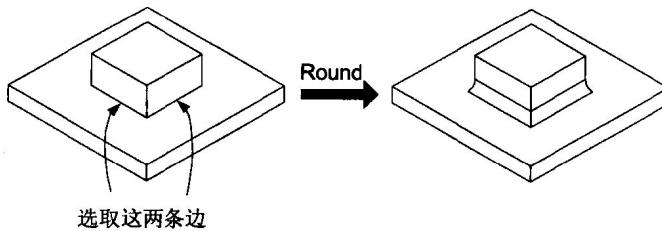

图 1.12
- **One By One:** 选取一个或多个单一的边或曲线为欲倒圆角的边，例如，图 1.12 就是以 Edge Chain → One By One 的方式选取两条边做圆角。